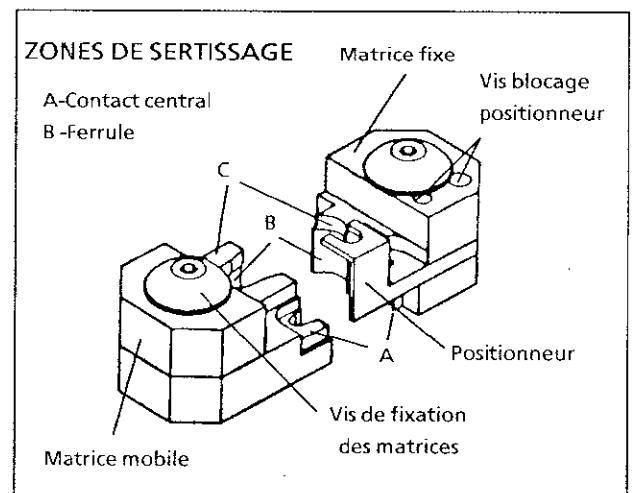

FIG. 1
L'ensemble comporte deux jeux de matrices et un positionneur mobile (voir Fig.1).
- b) Chaque jeu de matrices comprend une matrice mobile et une matrice fixe, voir Figure 1.